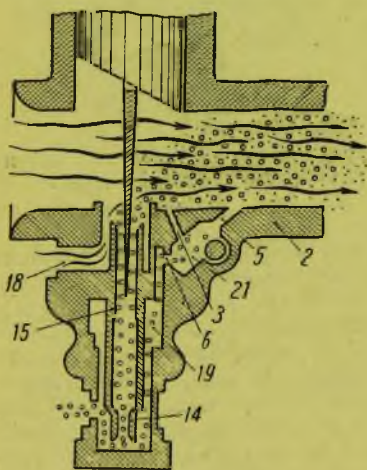

Рис. 98. Режим максимальных оборотов — открытие дросселя от $\frac{3}{4}$ до полного
Режим максимальных оборотов — открытие дросселя от $\frac{3}{4}$ до полного (рис. 98). Подача бензина идет исключительно через жиклерную колонку, через зазор между стенками сверления в ней и иглой. Подача бензина контролируется жиклером (14). На диапазоне дрос-